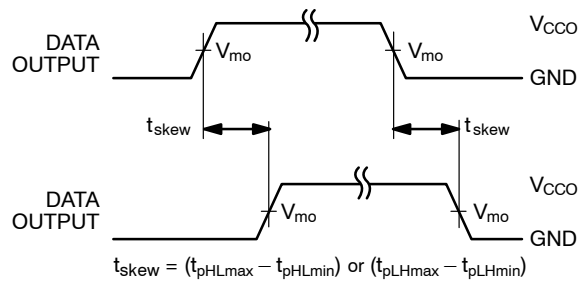

图 15. 输出偏差 (SKEW) 时间
16. 偏斜是输出信号之间传播延时的变化, 仅适用于同一端口的输出信号 (A_n或B_n), 且以相同的极性切换 (低电平至高电平或高电平至低电平) (见图 15)。偏斜性能可以保证, 未经生产测试。